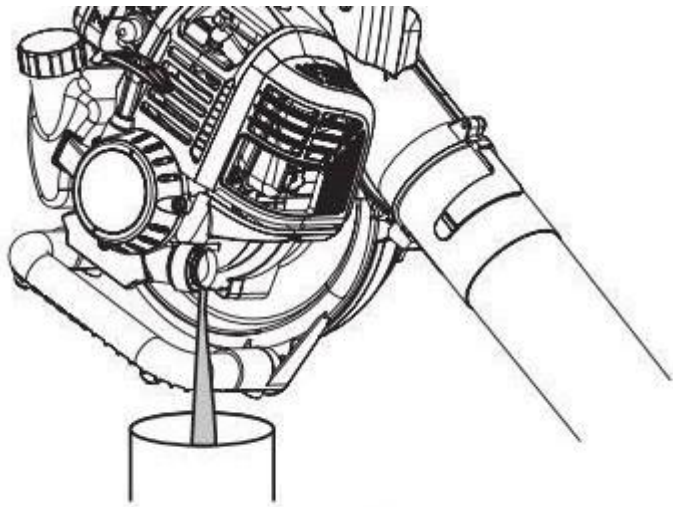

Fig. 11
- 3) Kantel het apparaat verticaal om de olie uit de olievulopening in een bak te gieten (fig. 11). Geef de olie voldoende tijd om volledig uit te lekken.